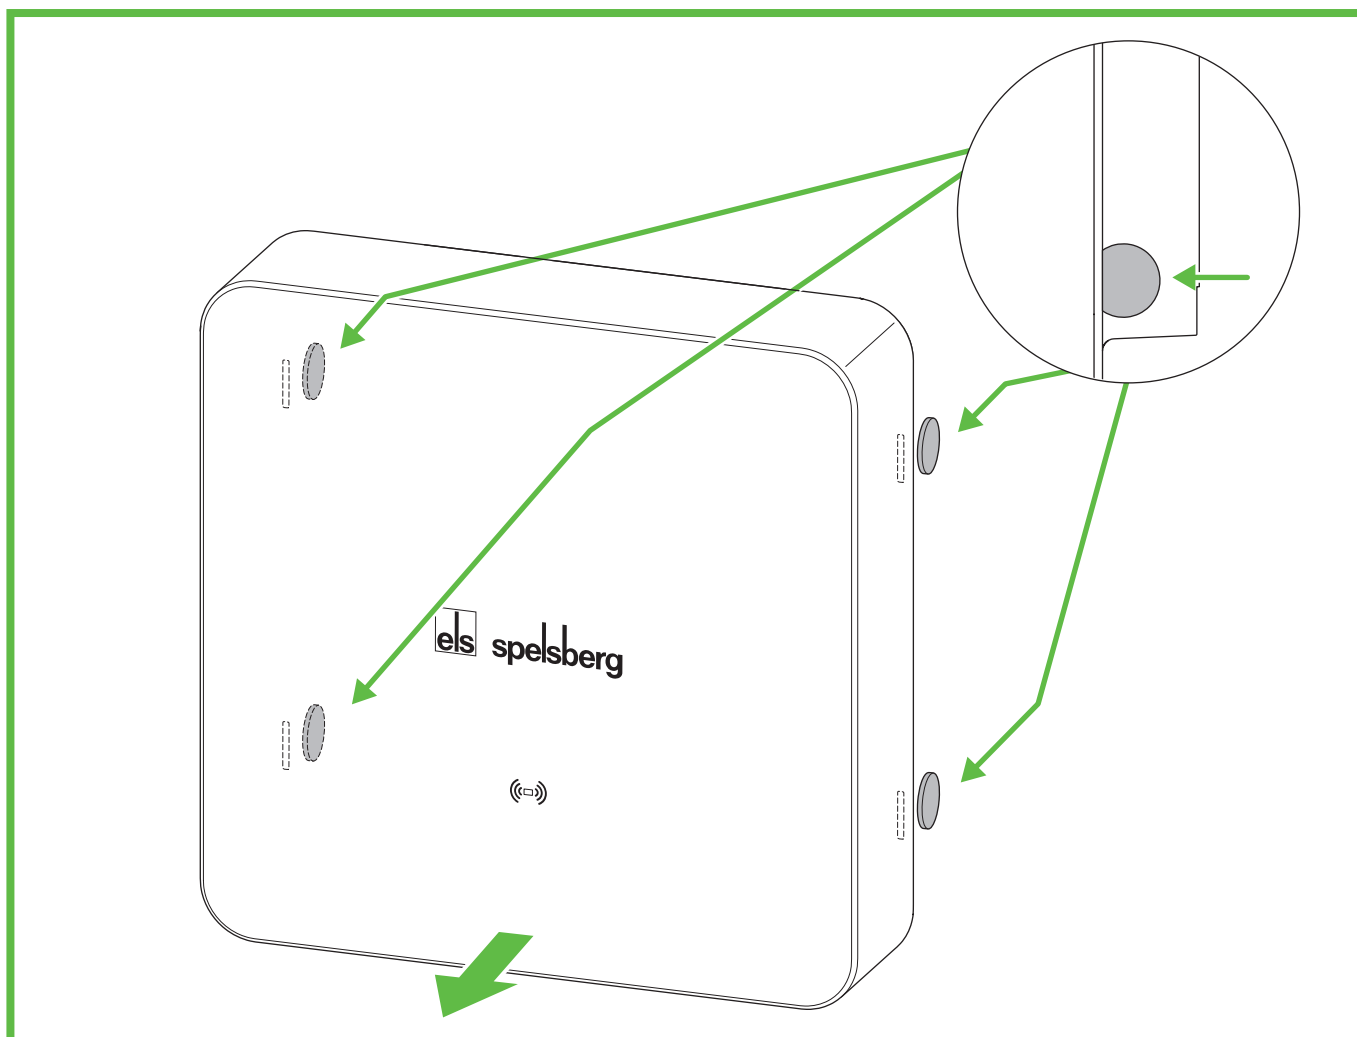

Bild 21: Demontering av designlock
- ▶ Lås upp designlocket med chippen (bild 21). För att göra det förs chippen in så långt det går i upplåsningöppningarna på baksidan.